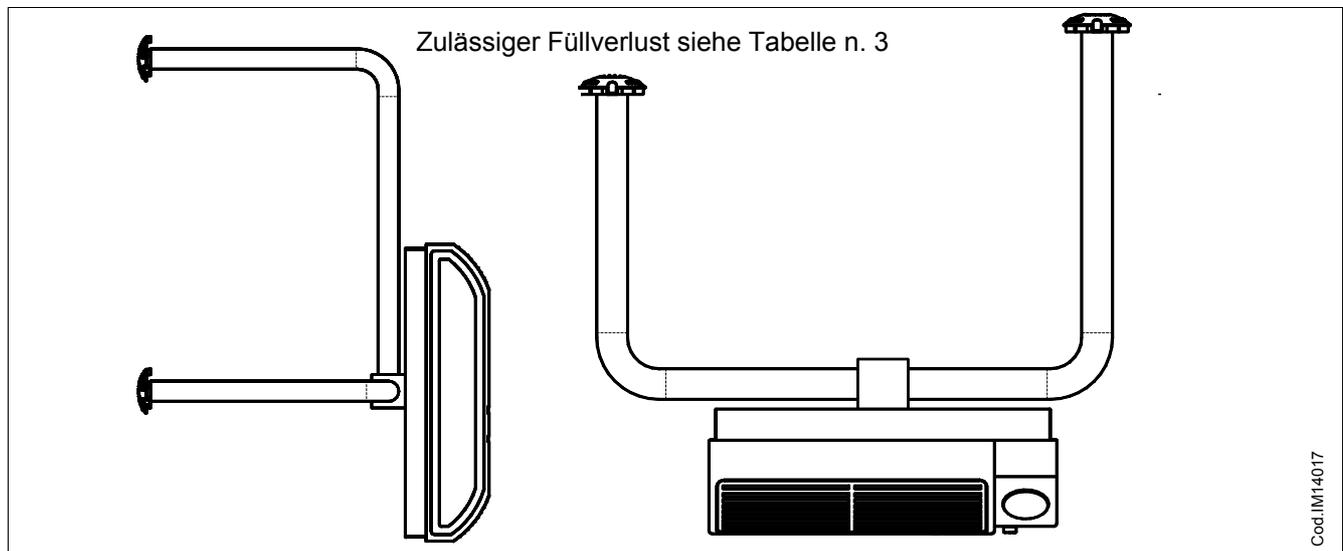

Abb. 5 - INSTALLATION MIT GETRENNTEN ROHREN
- mit getrennten Rohren (siehe Abb. 5)